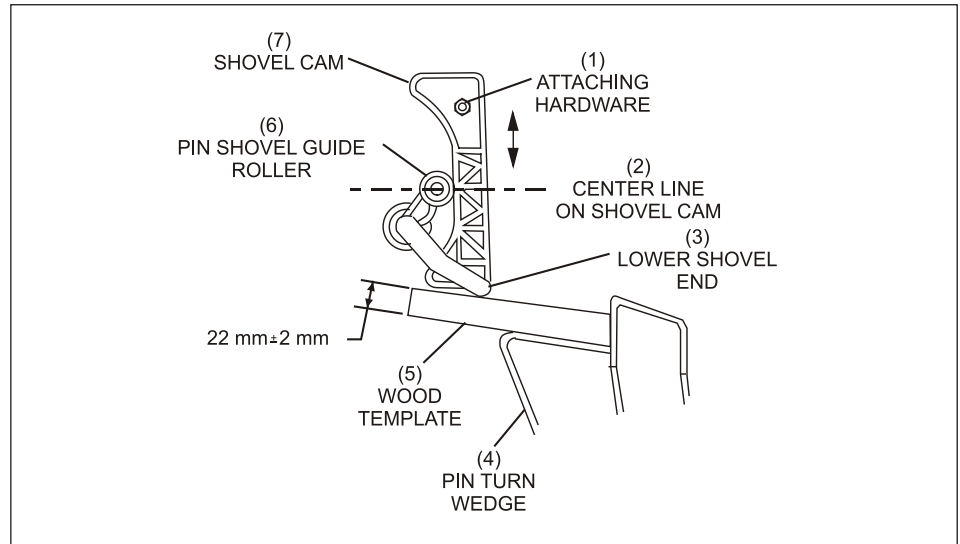

Abbildung 5-17. Einstellen der Pin-Schaufelnocken
- a. Drehen Sie die Pin-Schaufeln so, dass sich die Unterseite der Pin-Schaufeln 22 mm $\pm$ 2 mm über der Oberseite der Pin-Drehkeile befindet. Siehe Abbildung 5-17.
- (1) BEFESTIGUNGSTEILE
- (2) MITTELLINIE AUF SCHAUFELNOCKE
- (3) UNTERES SCHAUFELELENDE
- (4) PIN-DREHKEIL
- (5) HOLZVORLAGE
- (6) PIN-SCHAUFEL-FÜHRUNGSRÖHRE
- (7) SCHAUFELNOCKE